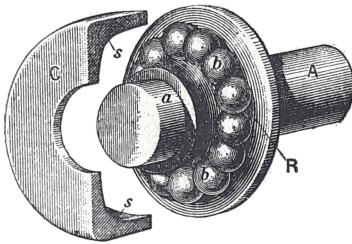

Fig. 148. — Schema d'un cuscinetto a sfere a cono e disco d'appoggio:
3. Vennero allora sostituite le *sfer*e d'acciaio ai rulli ingombranti, pesanti ed i cui stessi assi producevano complicazioni di lubrificazione (fig. 148). Sull'estremità *a* dell'albero *A*, è applicato un cono *R* cementato o temperato col quale fa corpo. Una calotta *C* prigioniera nel supporto gli fa contro partita. Fra il cono e la calotta sono collocate le sfere. Anzitutto l'ingombro è minimo poichè una sfera è assai meno voluminosa di un rullo. Inoltre il carico che può sopportare l'albero non ha, per così dire, altro limite che la resistenza allo schiacciamento che presenta la sfera ed il percorso di rotazione sul quale essa circola; resistenza che può essere considerevole. Quanto alla lubrificazione, essa si limita ad essere necessaria solo su dei punti, e non sopra